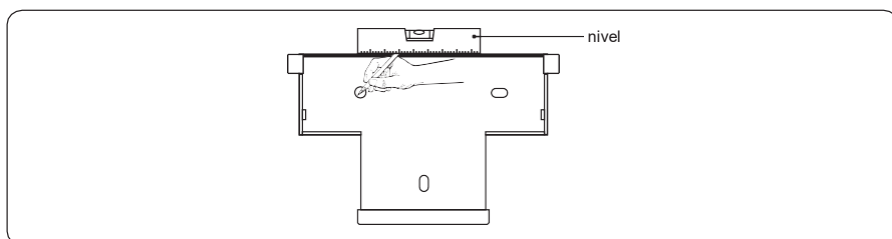

Figura 4.11 Marque los puntos donde debe taladrar con un rotulador
Paso 3 Nivele los orificios con un nivel y marque los puntos en los que debe taladrar con un rotulador (véase la figura 4.11).